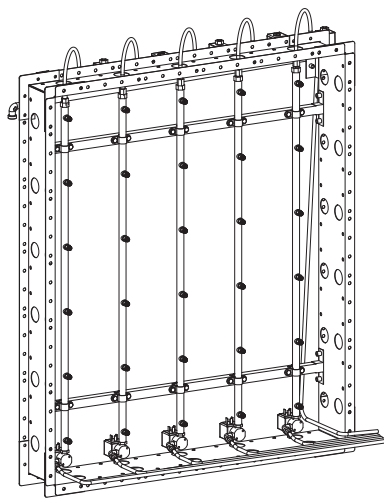

Рис. 3.b
4. положения форсунок и пробок каждого коллектора (Рис. 3.б).